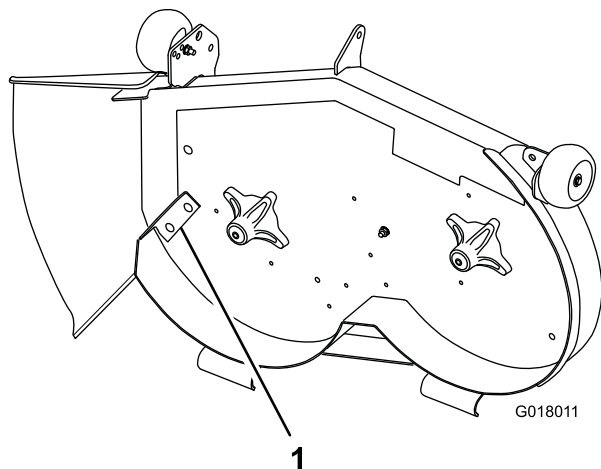

Figura 1
5. Localice la placa deflectora en el orificio de descarga lateral de la carcasa de corte (**Figura 1**).